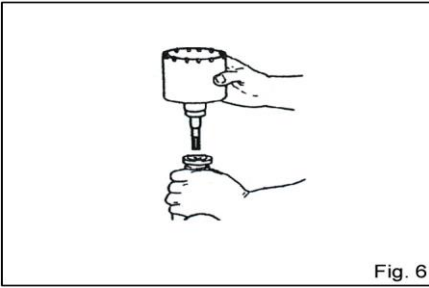

Fig. 6
- (2) تثبيت ساق الريشة الأساسية داخل مطرقة دائرية (حسب تثبيت س دي س) بالاضافة الى ريشة المتقاب. (Fig. 6)
- (3) ادراج المسمار المركزي الى لوحة الدليل حتى انه يصل الى أقصى درجة.
- (4) تزويد في لوحة دليل من خلال محاذاة جزء كونافد لها مع طرف ريشة الأساسية. عندما يتحول وضع المقعر عن طريق تحويل لوحة